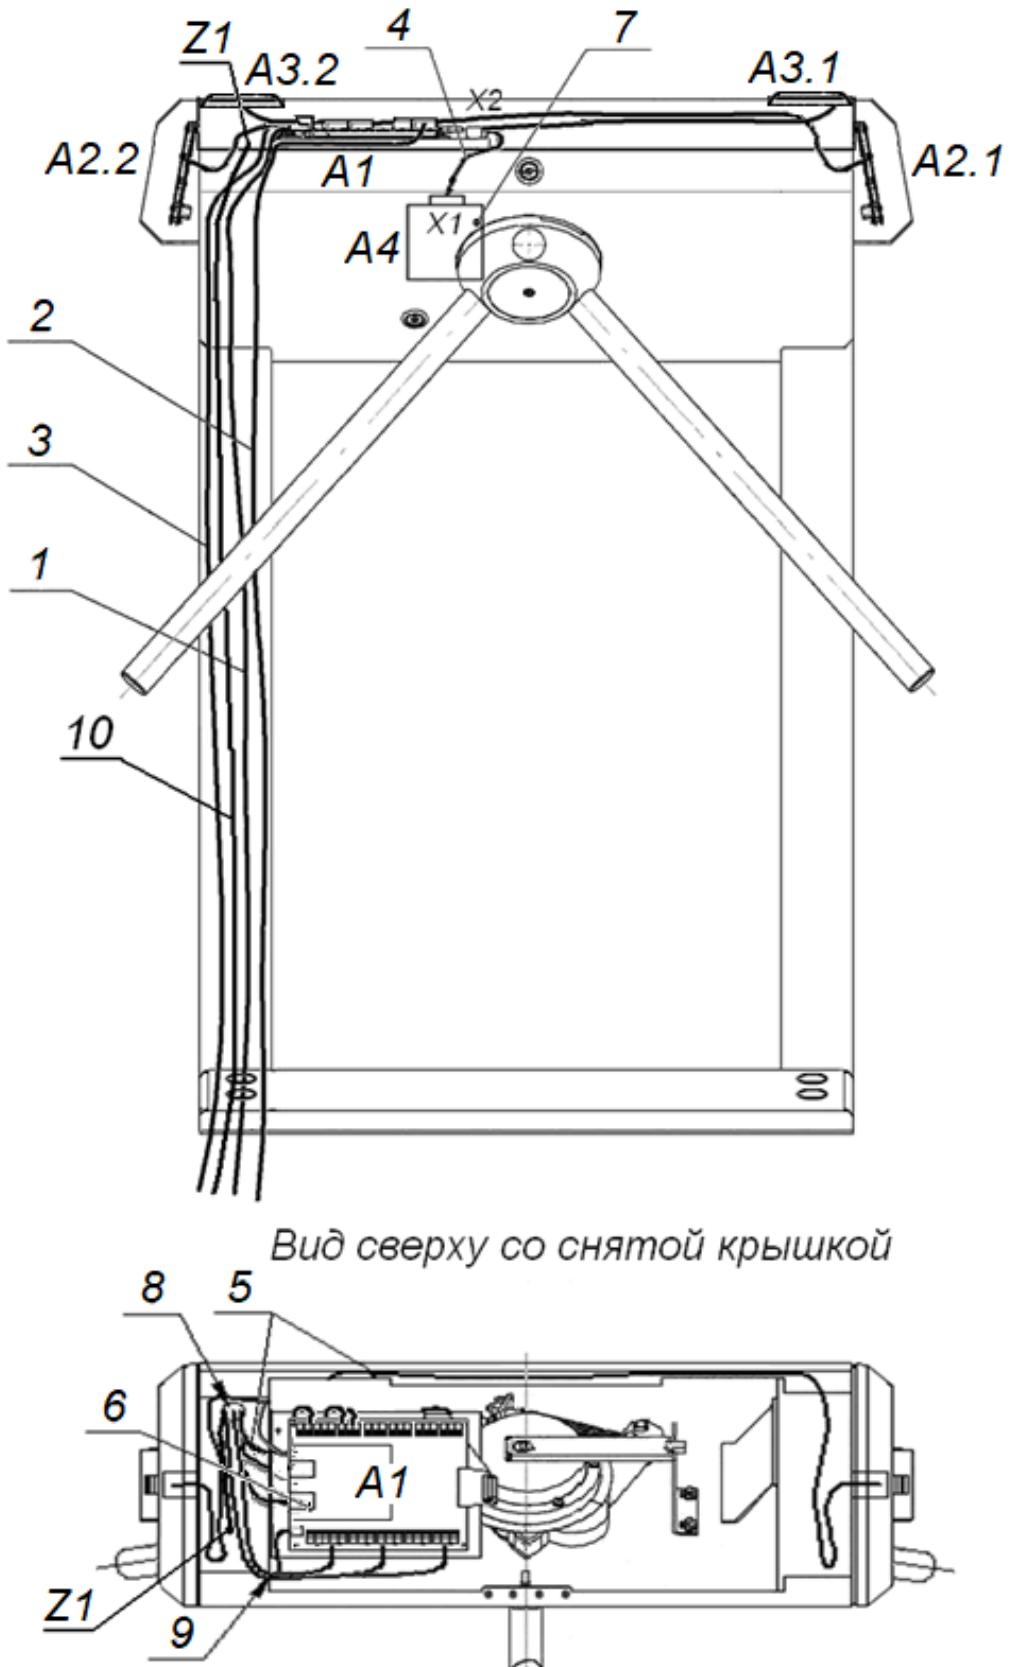

Рисунок 14. Схема прокладки кабелей в стойке ЭП
6. Подготовьте в полу отверстия под гильзы анкеров для крепления стойки ЭП. Установку и крепление стойки производите после прокладки всех кабелей в кабельном канале и внутри стойки. Схема прокладки кабелей в стойке и места расположения отверстий, в которые следует установить изоляционные втулки из комплекта поставки, показаны на рис. 14.
10. Протяните кабели внутри стойки. Рекомендуемое расположение кабелей при прокладке внутри стойки показано на рис. 14.
16. Выполните заземление стойки ЭП в соответствии с требованиями ПУЭ («Правила устройства электроустановок»). Контакт заземления **Z** находится под крышкой стойки (3), слева от плат контроллера (см. рис. 14).
17. Проверьте правильность и надежность всех электрических подключений. При помощи площадок самоклеящихся и стяжек неоткрывающихся из комплекта поставки закрепите все кабели. После подключения всех кабелей и закрепления стойки на полу установите на место крышку (3) (см. разд. 6). Закройте заглушками Ø30 мм из комплекта поставки четыре отверстия для анкерных болтов в основании (2) и вспомогательное отверстие для подводки кабелей в нижней части каркаса (1) (если оно не используется).
18. Для установки в рабочее положение преграждающих планок снимите с поворотного механизма крышку (6), отвернув винт M4×25. Отверните болт M8×30, установленный на преграждающей планке (5). Установите преграждающую планку в соответствующее посадочное место и зафиксируйте болтом. Под головку болта установите пружинную шайбу. Затяжка болтов должна обеспечивать надежную фиксацию преграждающей планки (без люфта). Повторите операции при установке остальных преграждающих планок. Установите на место крышку (6) согласно рекомендациям разд.6.